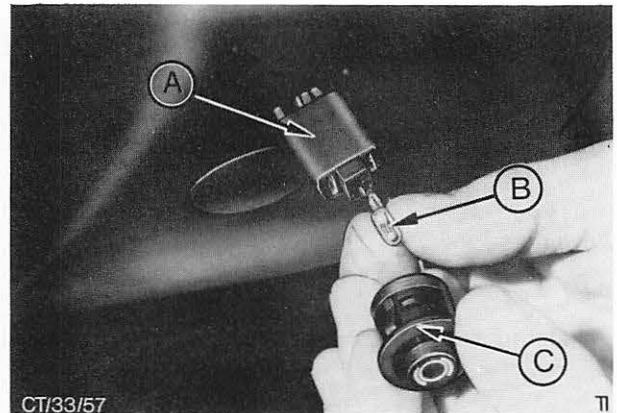

Abb. 2 A = Mehrfachstecker mit Lampenfassung
4. Glühlampe einsetzen, Abb. 2.